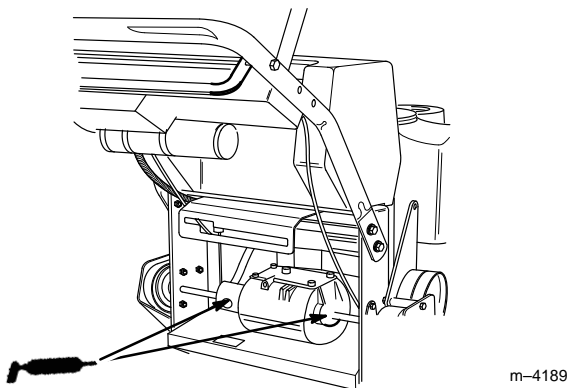

Figure 25
2. Lubrifier les joints de transmission (Fig. 25). Il n'est pas nécessaire de déposer les plaques de protection si on passe par l'avant, près du moteur.